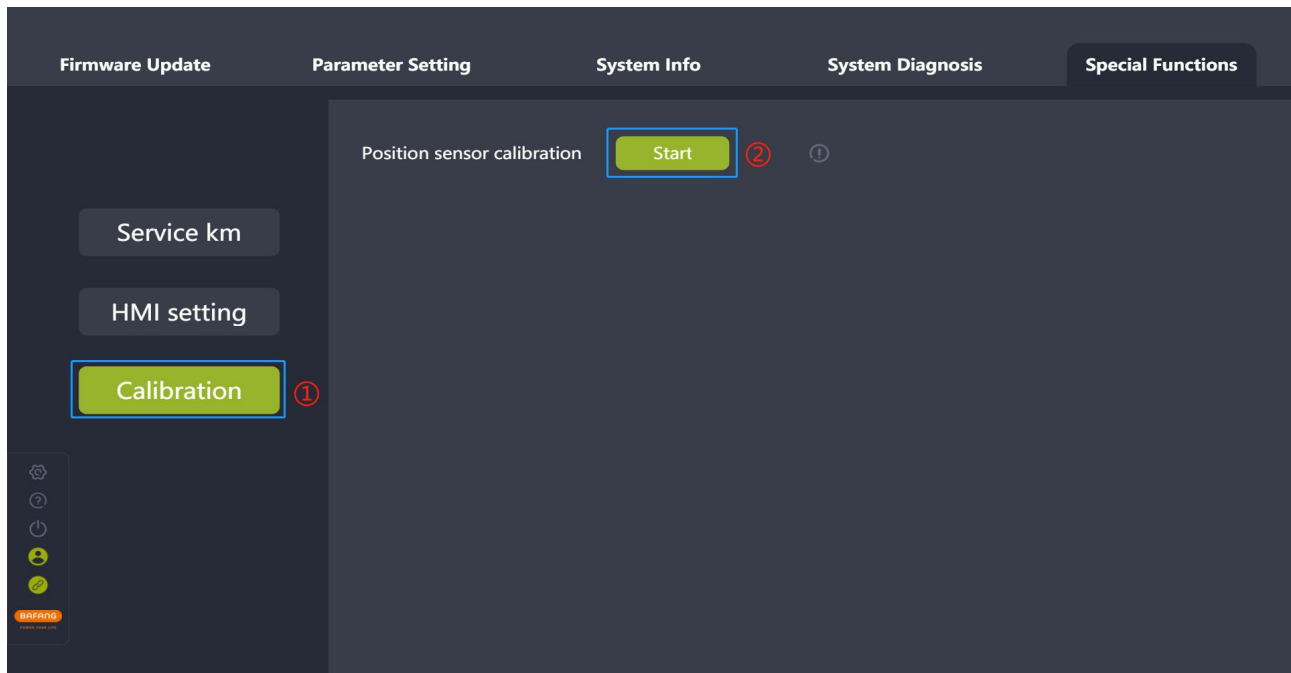

图 8-5 位置传感器标定
- (1) 将 BESST 工具箱连接控制器, 选中 “标定”;
- (2) 点击 “位置传感器标定” 标签旁的 “开始” 按钮, 进行控制器位置标定 (如图 8-5);